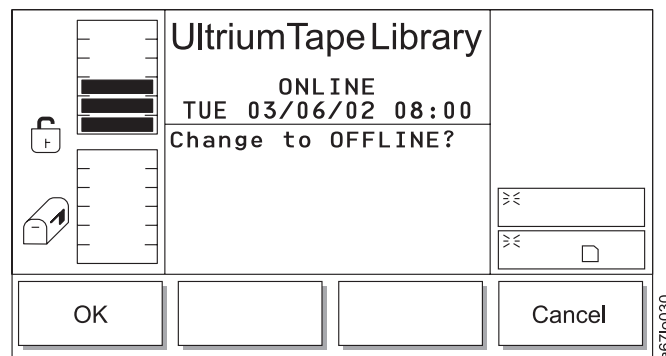

Abbildung 79. Offline-Bestätigungsdialog
- Wird **Change** ausgewählt, erscheint der Offline-Bestätigungsdialog (siehe Abb. 79).
Tabelle 28. Übersetzung von Abb. 79, Offline-Bestätigungsdialog